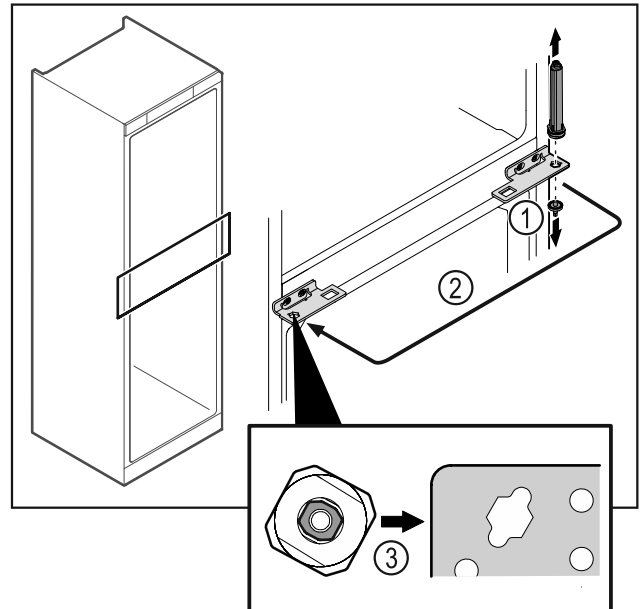

Fig. 49
- ▶ Открутите шарнирный палец Fig. 49 (1).
- ▶ Переставьте систему закрытия двери Fig. 49 (2).
- ▶ При установке следите за правильным выставлением системы закрытия двери Fig. 49 (3).